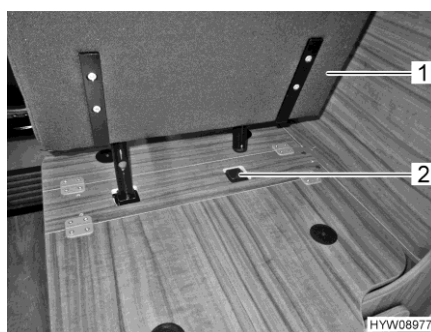

Fig. 22 Ficher le siège emboîtable dans sa fixation
- Ficher le siège emboîtable (Fig. 22,1) dans la fixation (Fig. 22,2).